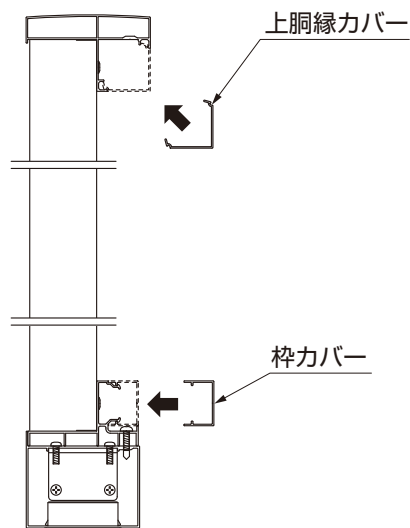

図5-15 A部詳細図
- ③上胴縁カバー、枠カバーを縦格子パネルにはめ込んでください。(図5-15参照)